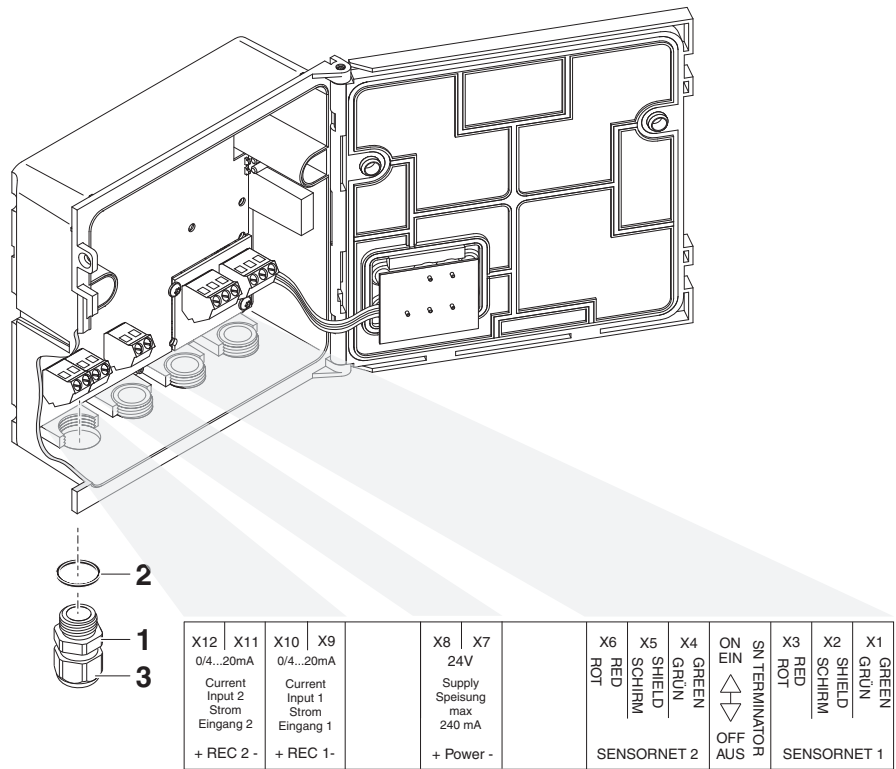

Bild 3-1 Klemmleiste MIQ/IC2
| 3 | Die Kabelverschraubung (Pos. 1 in Bild 3-1) mit dem Dichtring (Pos. 2) in das Modulgehäuse einschrauben. |
| 4 | Die Überwurfmutter (Pos. 3 in Bild 3-1) lockern. |
- 7 | Die Überwurfmutter (Pos. 3 in Bild 3-1) festziehen.